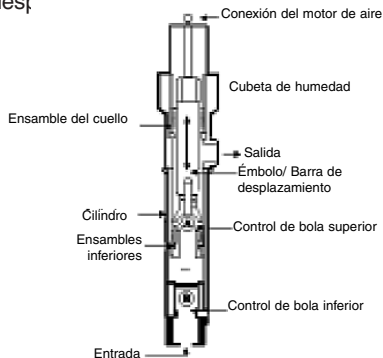

Figura 2 – Sección de líquido de dos
Durante el recorrido ascendente, la bola inferior (B) se eleva permitiendo que ingrese el recubrimiento a la parte inferior de la sección de líquido. El recubrimiento de la parte superior de la sección de líquido es presionado fuera de la salida. La bola superior (A) permanece cerrada. (ver Figura 2)